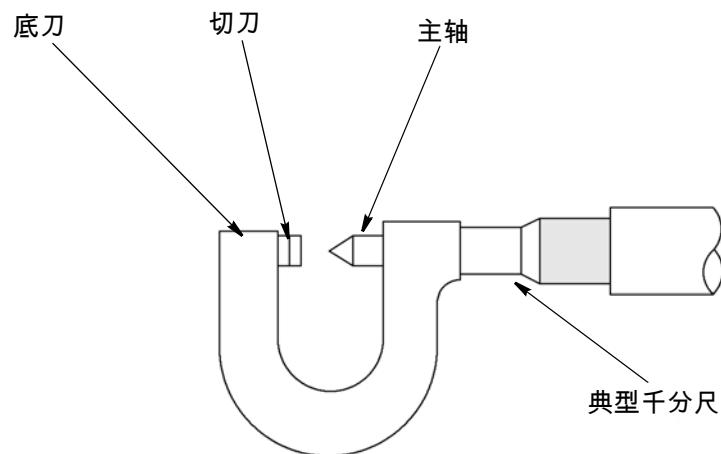
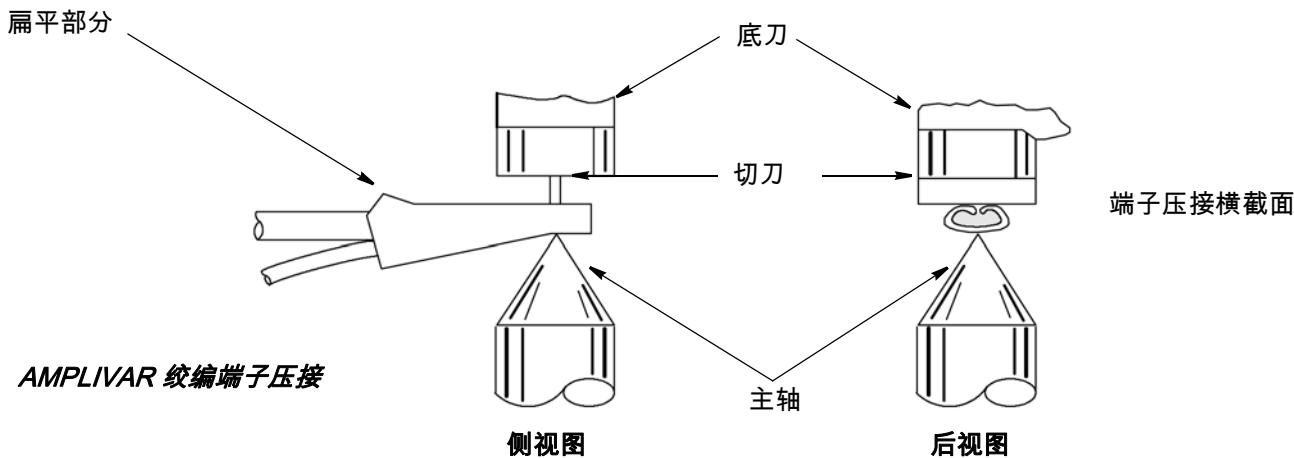

图 18
图 19
2. 使用图 18 所示的压接高度千分尺测量端接的压接高度（如图 19 所示）。压接高度必须在针对所用端子类型和线径规定的测量值  $+/- 0.08 \text{ mm} [.003 \text{ in.}]$  以内。您可以从 TE 现场服务代表处获得相应的测量值。